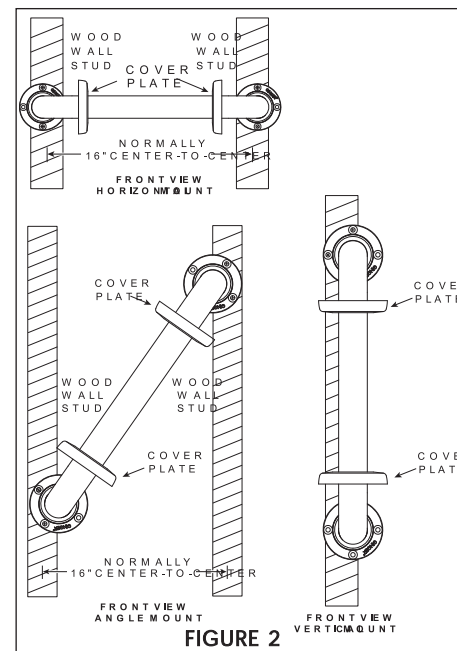

FIGURE 2
Pour une installation adéquate, au moins une des extrémités de la barre d'appui DOIT être placée sur un montant. Pour obtenir un appui solide, au moins deux (2) des trois (3) VIS de chaque extrémité de la barre d'appui qui sont placées sur un montant DOIVENT être fixées dans le panneau mural ou un carreau de céramique et être solidement fixées au montant. Compte tenu des dimensions standard des montants, vous pouvez visser seulement deux (2) des trois (3) VIS dans le montant. Les barres d'appui peuvent être installées à l'horizontale, à la verticale ou à la diagonale, à condition qu'au moins deux (2) des trois (3) vis de montage d'au moins une des extrémités de la barre d'appui soient fixées à un montant (voir figure 2).